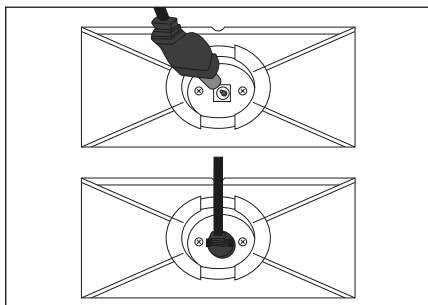

Fig. 5
- 2) Insérez la fiche creuse 11 de l'adaptateur secteur 10 dans le raccord situé sous le support d'appareil 17. Passez le câble de l'adaptateur secteur 10 dans l'évidement situé à l'arrière de la station de recharge 15 (voir fig. 5).